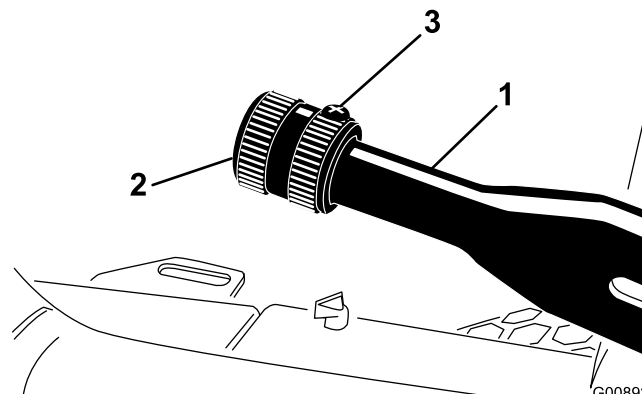

図 82
2. ブレーキレバーに調整ノブを固定している固定ねじをゆるめる **図 82**。